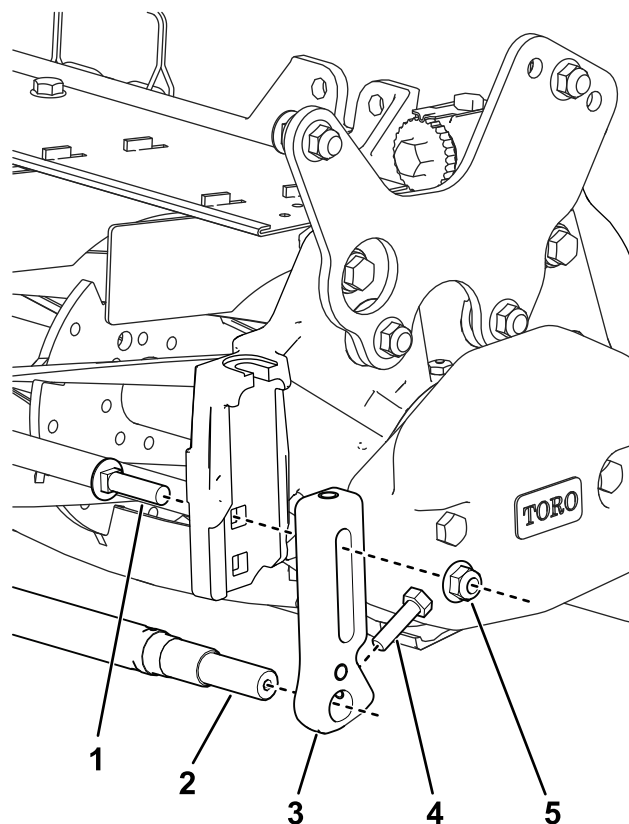

Bild 37
- Montieren Sie die vorderen Schnitthöhenhalterungen mit den Schlossschrauben und Sicherungsmuttern an der oberen Bohrung der Seitenplatte (Bild 37).